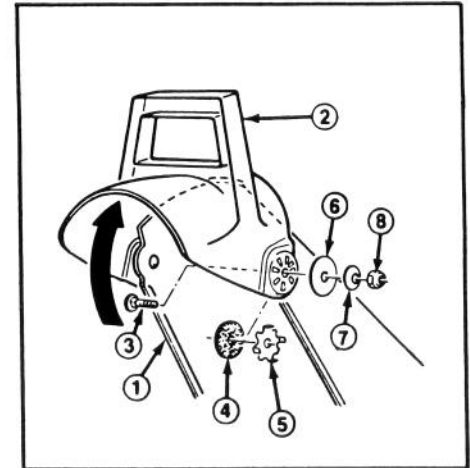

Figure 12
l'arrière jusqu'à ce que sa butée passe par-dessus le rebord du haut de l'éjecteur (Fig. 12).
2. Fixez le côté gauche du déviateur sur l'éjecteur à l'aide du boulon de carrossier, la rondelle en caoutchouc, la plaque de frottement, la rondelle plate, rondelle Belleville et l'écrou de blocage. Vérifiez que la rondelle de caoutchouc et la plaque de frottement se trouvent entre l'éjecteur et le déviateur et que les languettes de la plaque de frottement sont insérées dans les trous du déviateur. La figure 12 indique l'ordre correct de montage des pièces.